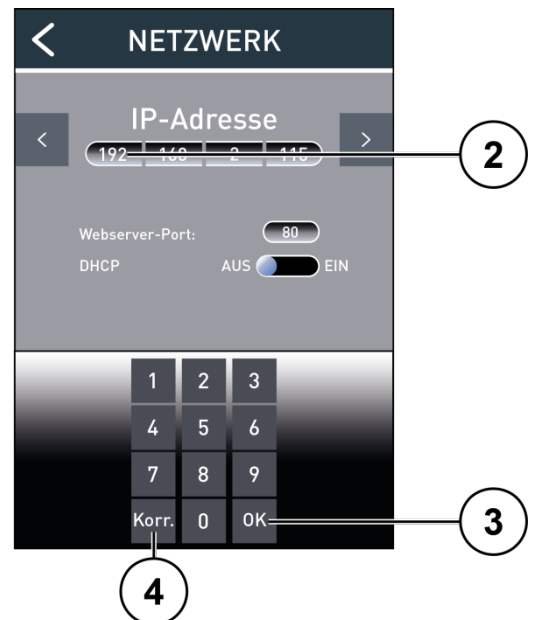

Abb. 19: 10er-Tastatur
- ▶ Tippen Sie auf eine der Zahlengruppe der *IP-Adresse* **(2)**. Eine 10er-Tastatur wird im Display angezeigt (Abb. 19).